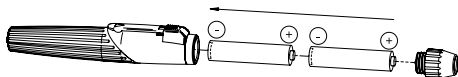

Bild 3
Skruva av huvud (3) från handtaget (1) och sätt i två alkaliska primärbatterier (storlek LR03/AAA/1,5V) (bild 3). Skruva sedan tillbaka huvud.
- Skruva upp huvud (3) och skaka ut de batterierna. Sätt i de nya batterierna med pluspolen mot handtagets topp (Bild 3).